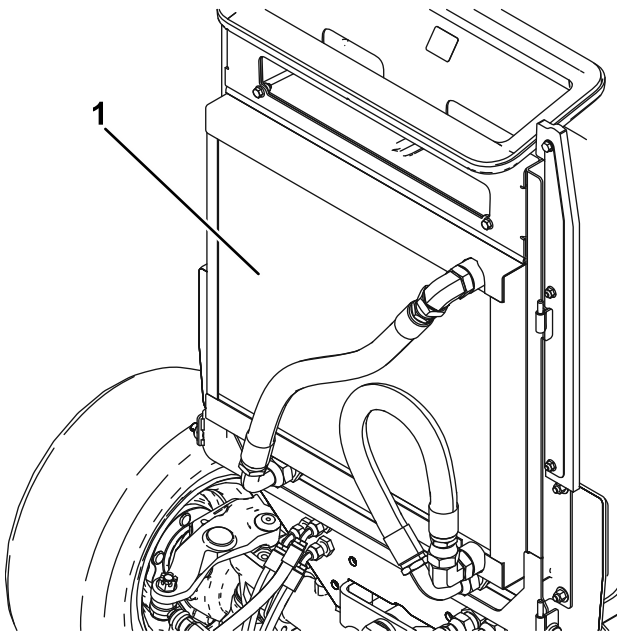

Bild 100
4. Reinigen Sie beide Seiten des Ölkühler- und des Kühlerbereichs (Bild 100) gründlich mit Druckluft. Blasen Sie Rückstände von vorne nach hinten heraus. Reinigen Sie dann von hinten und blasen Sie nach vorne. Wiederholen Sie diesen Vorgang mehrmals, bis alle Rückstände entfernt sind.